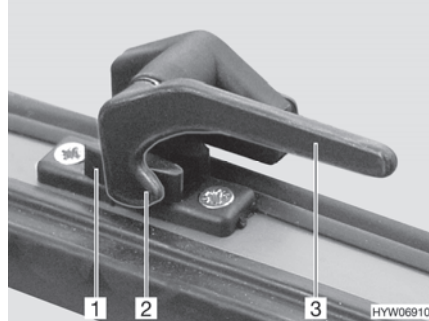

Fig. 68 Leva di serraggio in posizione "Chiuso"
- Ruotare la leva di serraggio (Fig. 68,3) di un quarto di giro verso il centro della finestra.
- Ruotare la leva di serraggio (Fig. 68,3) di un quarto di giro verso il telaio della finestra. Il nasello di chiusura (Fig. 68,2) si trova sul lato interno della chiusura della finestra (Fig. 68,1).
- In posizione "Completamente chiusa" (Fig. 68)